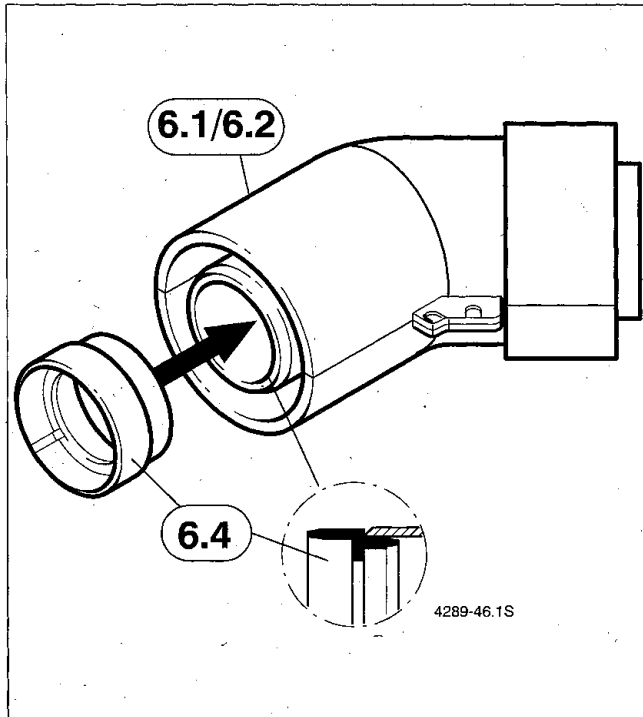

Bild 2
- Montieren Sie die Dichtung (6.4) auf jeden Versatzbogen (6.1, 6.2) entsprechend Bild 2.
3.2 Waagrechter oder senkrechter Einbau des Versatzbogens AZ 201 mit Doppelrohrverlängerung (42) in das Abgassystem